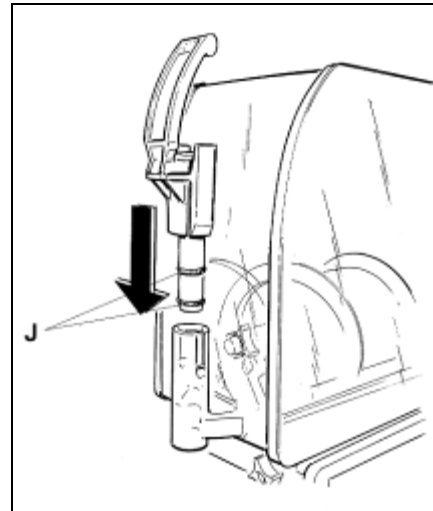

Fig. 11
- **R**imontare il rubinetto avendo cura di cospargere con grasso di vaselina le guarnizioni J per agevolare lo scorrimento del rubinetto nella propria sede fino a completo inserimento (vedi fig.11).